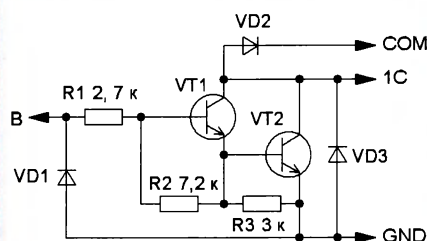

Рис. 1
17. Ответ — 0. Микросхема DA1 содержит внутри 8 инверторов с открытым коллектором, собранных по одинаковым схемам (рис. 1). Входы могут непосредственно подключаться к "цифровым" выходам МК. Инверторы по входам и выходам защищаются внутренними диодами. Один из них, так называемый Clamp Diode (VD2), подключается между выводами 10 и 18 микросхемы DA1, т. е. параллельно обмотке реле K1, причём в нужном обратном направлении. Ток че-